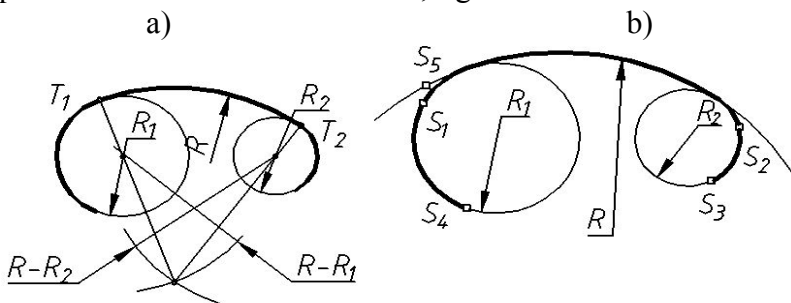

Fig. 3.11
- Construirea racordării interioare a două cercuri (arce de cerc) printr-un arc de cerc de rază dată, fig. 3.11.